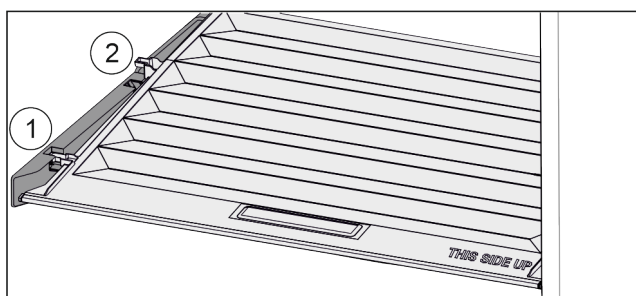

Fig. 40
- ▶ Pokrywę pociągnąć do przodu Fig. 40 (1), aż otworzy się w elementach trzymających.
- ▶ Podnieść tył od dołu i w wyjąć Fig. 40 (2) go do góry.